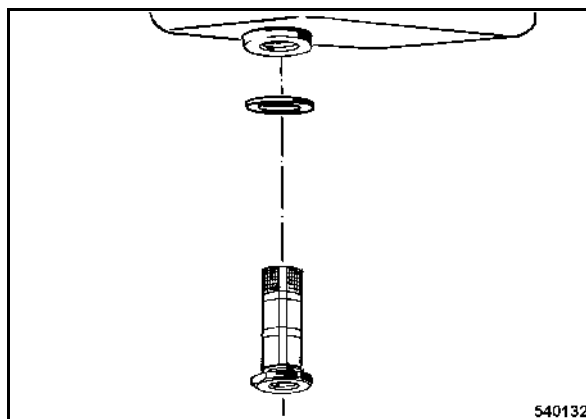

fig. 54
- Dévisser le tamis (fig. 54) et le nettoyer dans de l'éther de pétrole.